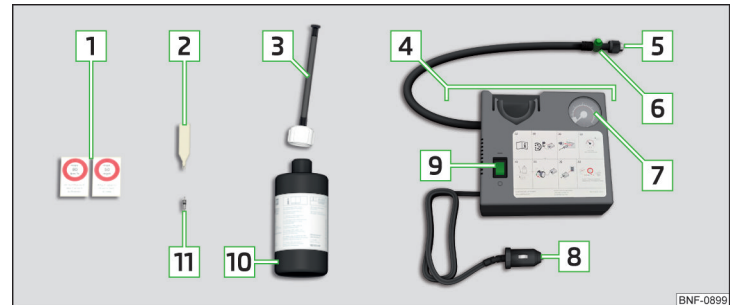

Abb. 250 Pannensetbeschreibung
- › Den Ventileinsatzdreher **2** » **Abb. 250 auf Seite 223** auf den Ventileinsatz stecken, sodass der Ventileinsatz in den Schlitz des Ventileinsatzdrehers passt.
- › Den Reifenfüllschlauch **5** » **Abb. 250 auf Seite 223** fest auf das Reifenventil schrauben.